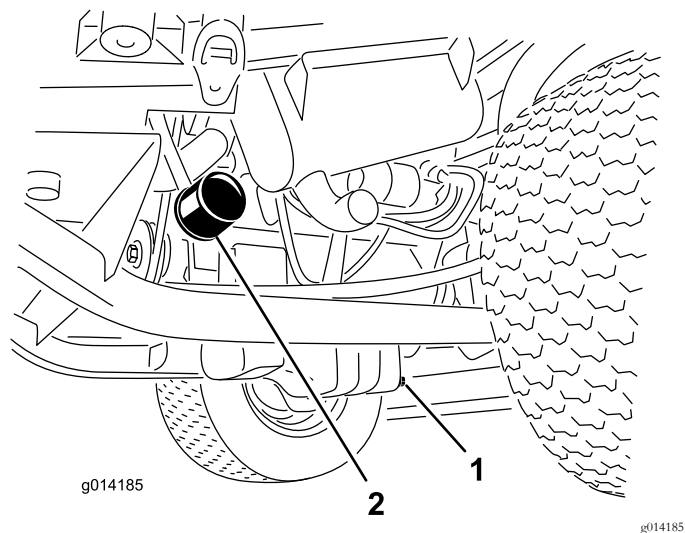

图34
1. 拆下排油塞图34让油流入放油盘。
3. 拆下机油滤清器图34。